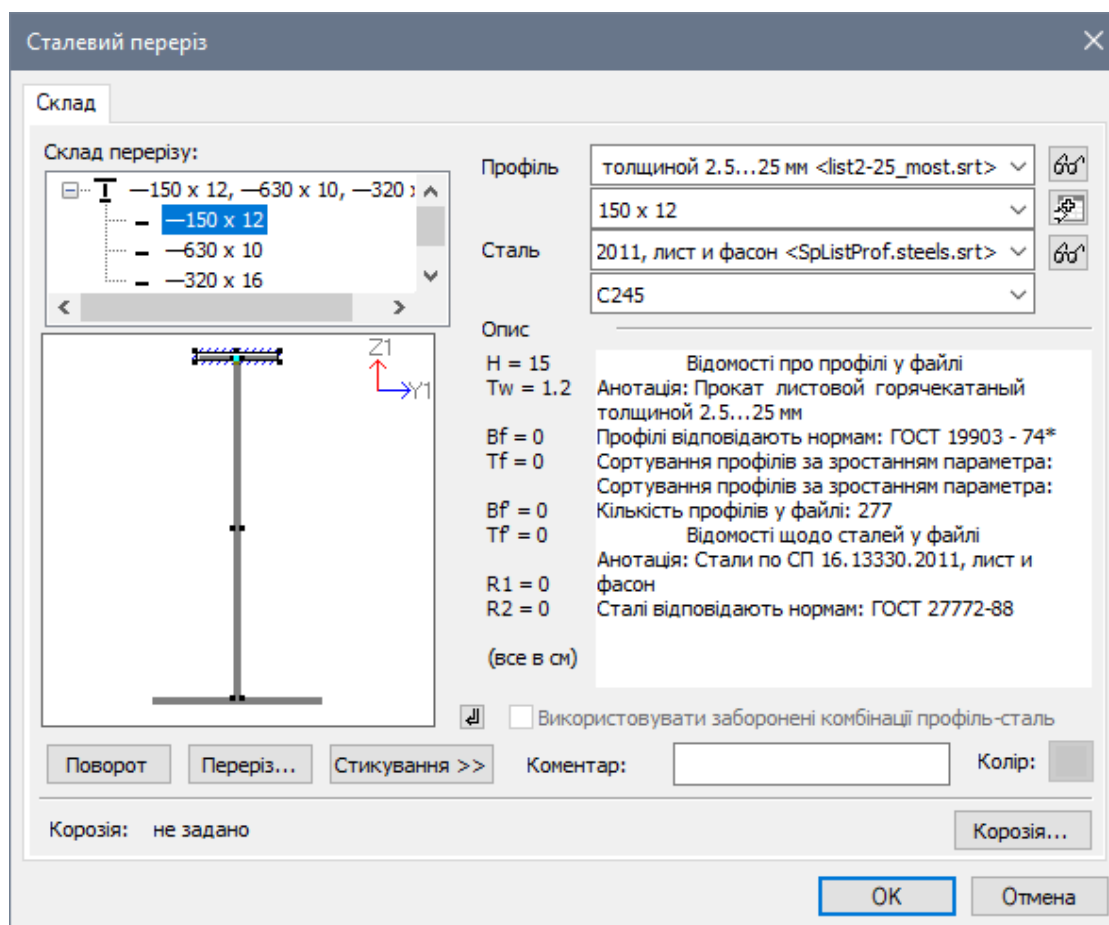

Рис. 26.8. Діалогове вікно Сталевий переріз
- Викличте діалогове вікно **Сталевий переріз** (рис. 26.8) натисканням по кнопці  напроти параметру **Склад перерізу**.